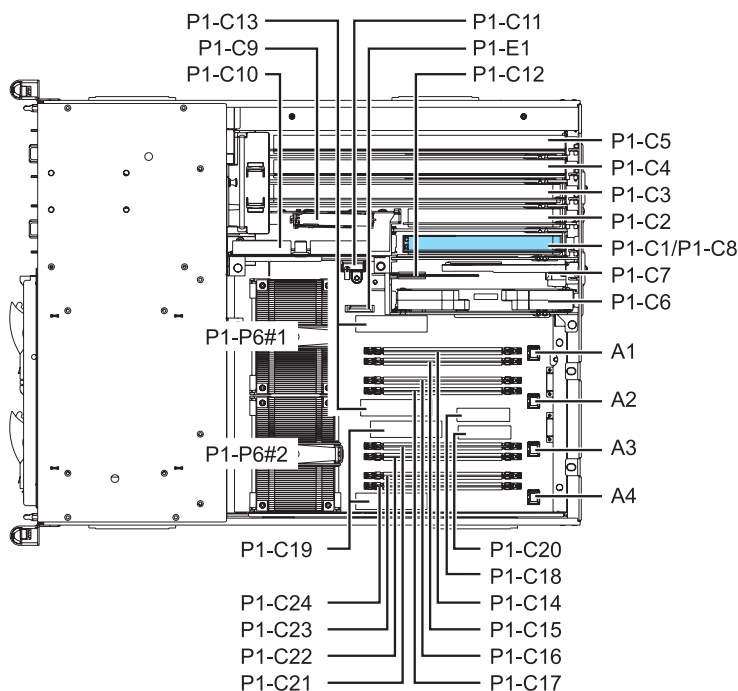
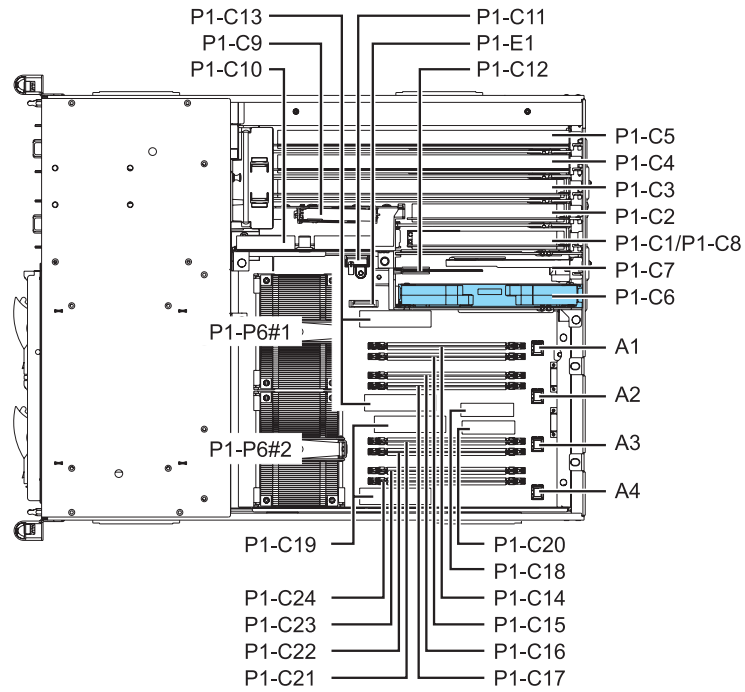

Figure 4. Vue de dessus d'un emplacement P1-C1/P1-C8 d'un modèle 03E/4A
Figure 5. Vue de dessus d'un emplacement P1-C6 d'un modèle 03E/4A
- Pour le modèle 03E/4A avec le code dispositif processeur 5634, sélectionnez l'emplacement P1-C8 (voir la figure 4, à la page 16).
Remarque : Si vous n'êtes pas certain du dispositif processeur installé, examinez le système et reportez-vous à figure 4, à la page 16. Si seul l'emplacement P1-P6#1 comporte un processeur, vous disposez du dispositif processeur 5634. Si les emplacements P1-P6#1 et P1-P6#2 comportent tous les deux un processeur, vous disposez du dispositif processeur 5635.
- Pour le modèle 03E/4A avec le code dispositif processeur 5635, sélectionnez P1-C6 pour le premier adaptateur la figure 5, à la page 17. Si vous installez un deuxième adaptateur, choisissez l'emplacement P1-C1/P1-C8 (voir figure 4, à la page 16).